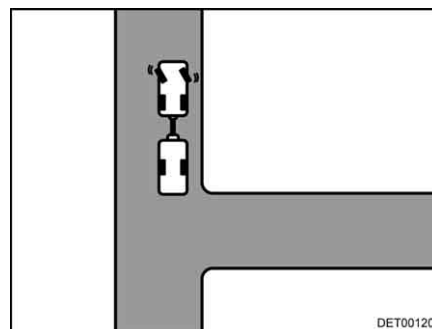

Fig. 19 Braquer à gauche
- Braquer à gauche quand l'attelage est arrêté (Fig. 19).